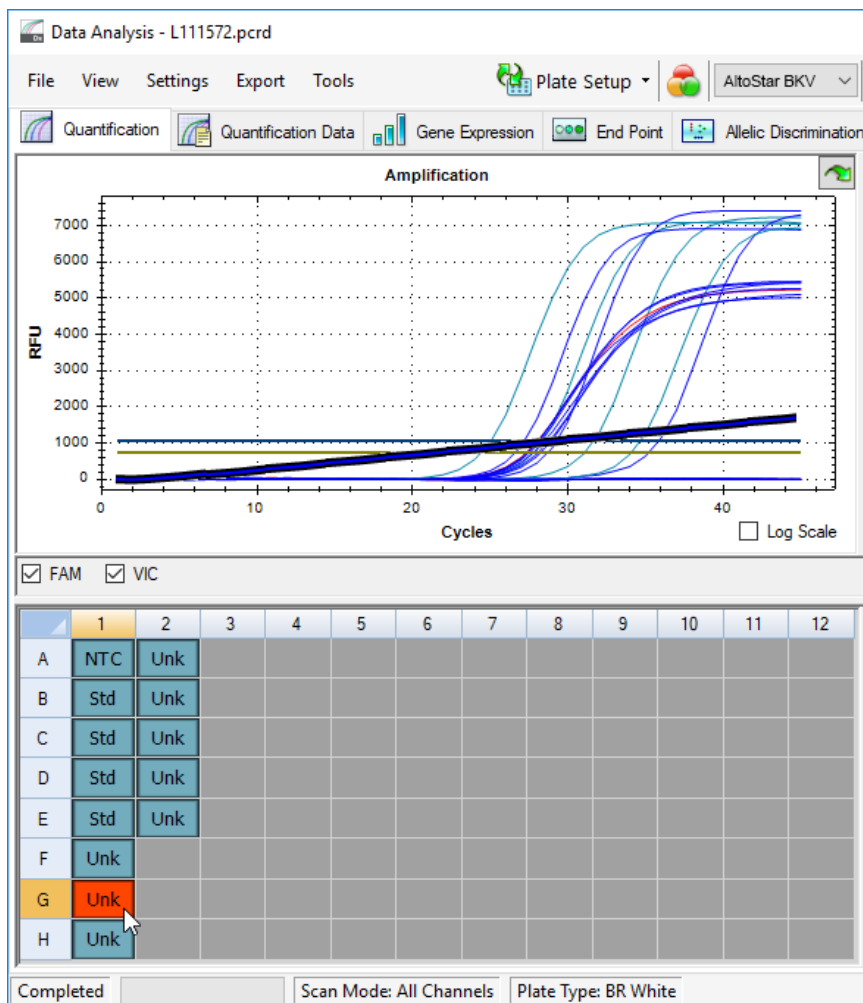

Figura 6: Janela Data Analysis (Análise de Dados): sinal PCR irregular
- Identifique os poços com sinais PCR irregulares (aumento de sinal linear, picos de sinal, etc.) em qualquer um dos canais de detecção FAM™ (alvo de BKV) e VIC™ (IC) (consulte a figura 6).